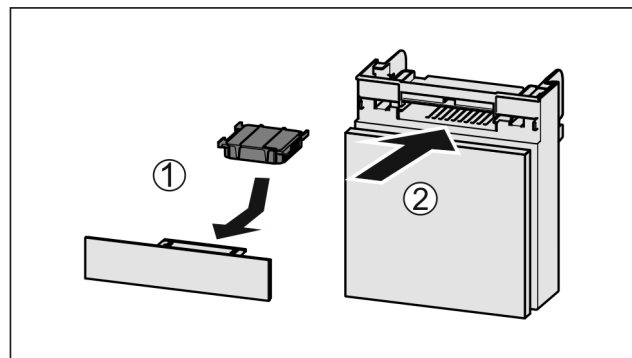

Fig. 90
- Umetnite filtari s aktivnim ugljenom kao što je prikazano na slici Fig. 90 (1).
- Umetnite pretinac Fig. 90 (2).